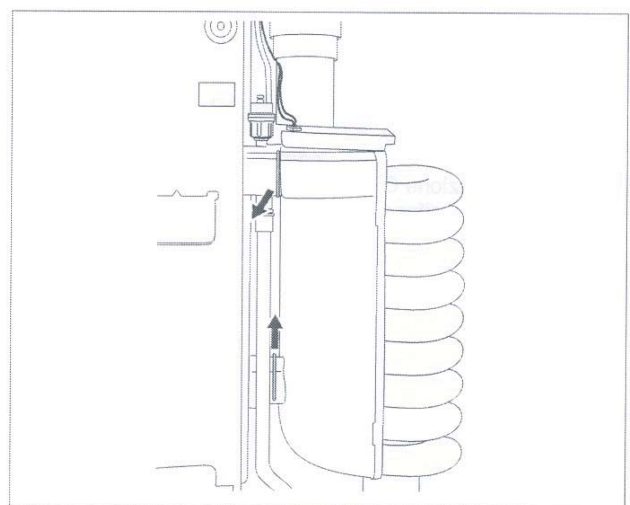

Fig. 45 Copiglie di protezione
- Togliere le copiglie di protezione nella linea di mandata e ritorno dello scambiatore di calore (fig. 45).